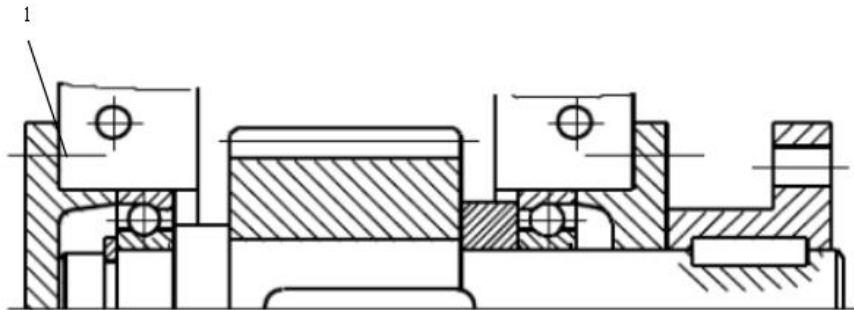

图 5
2、指出图 5 所示轴系结构设计中的明显错误，在错误之处标出数字符号作记号，并指出错误原因，具体格式如：1—端盖处没有调整垫片，不能调整轴承游隙，要求至少找出 5 个错误。